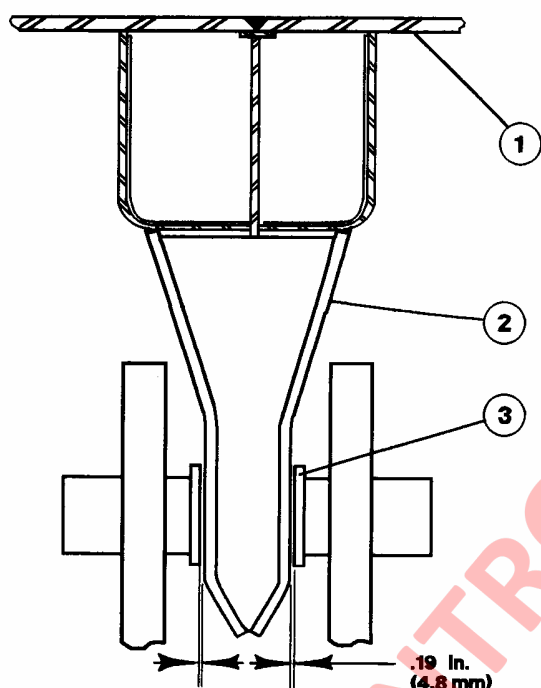

FIGURA 3-5. GUIA DE LA TOLVA
1. Inspeccione los puntos de desgaste de la guía de la tolva cada vez que realice una inspección del atenuador de la tolva. La guía de la tolva (2, Figura 3-5) debe estar centrada entre las placas de desgaste (3) con un espacio máximo de 4.8 mm (0.19 in) en cada lado (placas de desgaste nuevas).